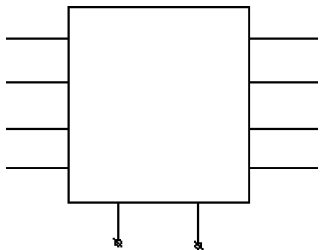

图 15-19 添加接线头
(6) 单击“默认”选项卡“绘图”面板中的“圆”按钮, 在图中下部两条竖直直线的下端点处绘制两个半径为 1 的圆; 单击“默认”选项卡“绘图”面板中的“直线”按钮, 绘制两条过圆心、与水平方向夹角为 45°、长度为 4 的倾斜直线, 作为接线头, 如图 15-19 所示。